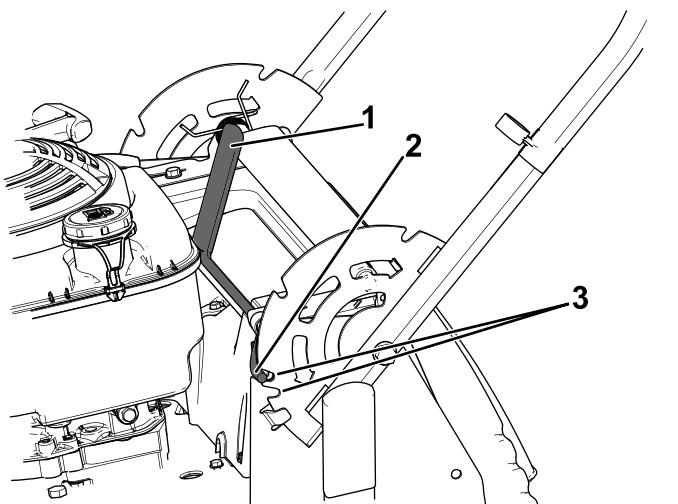

Рисунок 14
- Потяните рычаг запирания рукоятки назад, чтобы вывести из зацепления пальцы фиксации рукоятки (Рисунок 14).
- Поверните рукоятку и совместите требуемую прорезь в кронштейне рукоятки с пальцами фиксации рукоятки, см. Рисунок 14.